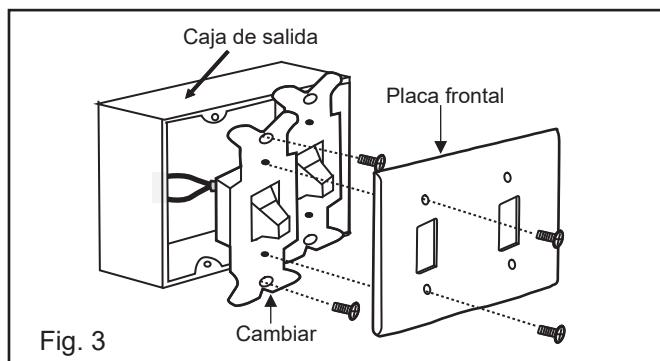

Fig. 3
1. Retire la placa de pared existente y el interruptor antiguo de la caja de salida de pared. (Fig. 3)